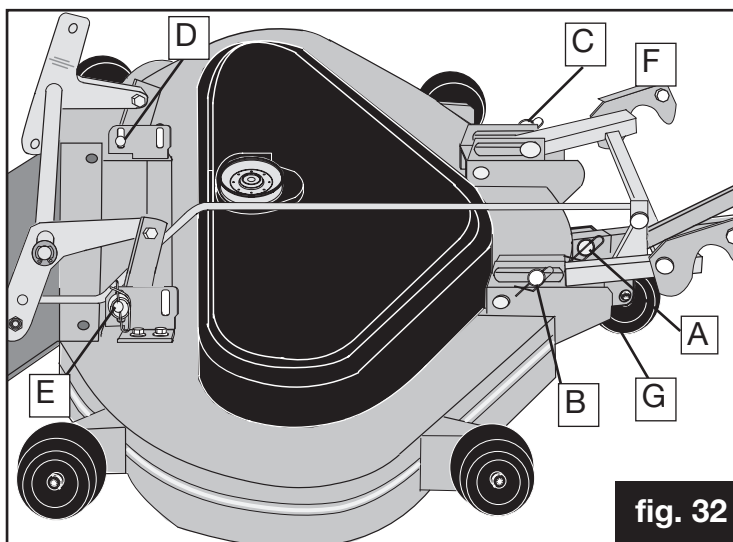
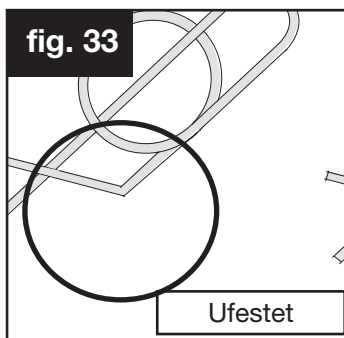

fig. 32
fig. 33
3. Fjern de 3 festeboltene foran på dekselet (fig. 32 A, B og C) ved å løsne "binders"-klipsene (fig. 33 og 33a) og fjern dem.
4. Fjern de 2 festeboltene bak på dekselet (fig. 32 - D og E).
8. Hvis du skal bruke traktoren uten deksel, må du fjerne festestangen* (fig. 32 F).